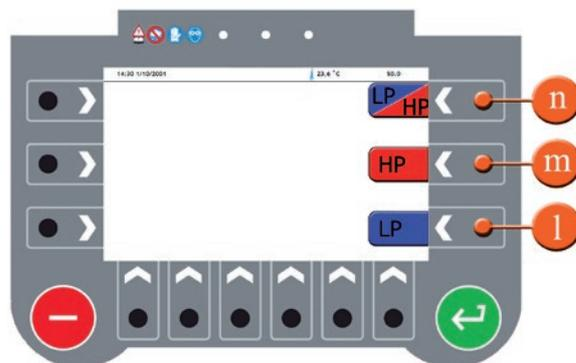
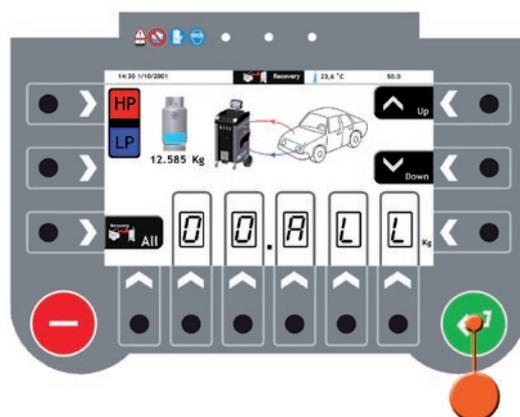

Abb.017
Abb.018
4. Wählen Sie die Seite, auf der die Absaugung erfolgen soll (Abb.017) mit Taste **n** wird der Service auf beiden Seiten (**LOW** und **HIGH**) ausgeführt. Mit Taste **m** wird der Service nur auf der **HIGH**-Seite ausgeführt. Mit Taste **l** wird er nur auf der **LOW**-Seite ausgeführt. Die Seite hängt davon ab, wo der Anschluss an die Klimaanlage liegt. Die ausgewählte Seite wird auf dem Display hervorgehoben (Abb.018).